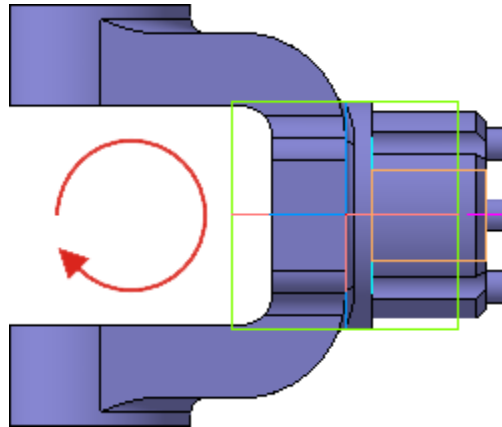

Рисунок 4.
- После того, как модель примет горизонтальную ориентацию, отпустите клавиши (рис.4).